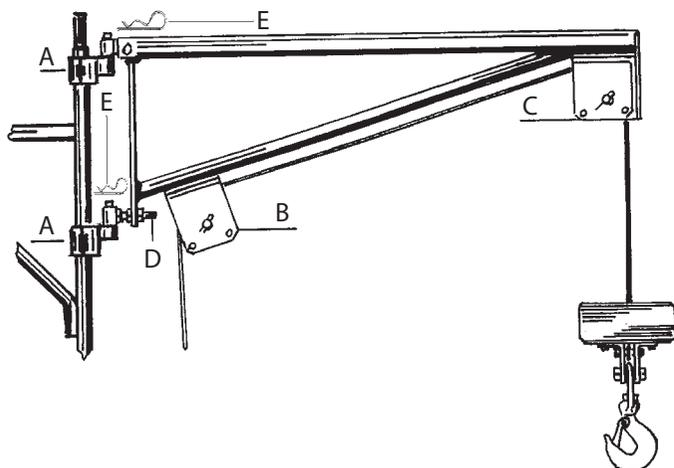

Fig.1
Pour l'installation de la potence (fig. 1), sont fournis par le constructeur 2 crampons charnières (A), qui vous devez serrer correctement à l'aide d'une clé dynamométrique calibrée à 65Nm, et puis mettre en place et à bloquer en position intermédiaire sur une structure portante. Introduire les 2 goupilles AR (E) de sécurité pour bloquer la potence et en empêcher la sortie hors du crampon charnière. Une fois la potence installée, il est nécessaire de tendre le câble de levage en le plaçant rapidement sur les poulies prévues à cet effet (B-C), comme indiqué à la figure 1-2. Les étaux de la position (C) doivent être serrés avec une clé dynamométrique calibrée à 45Nm. Au moyen de la vis de réglage (D), régler la potence de façon à la placer en position horizontale.